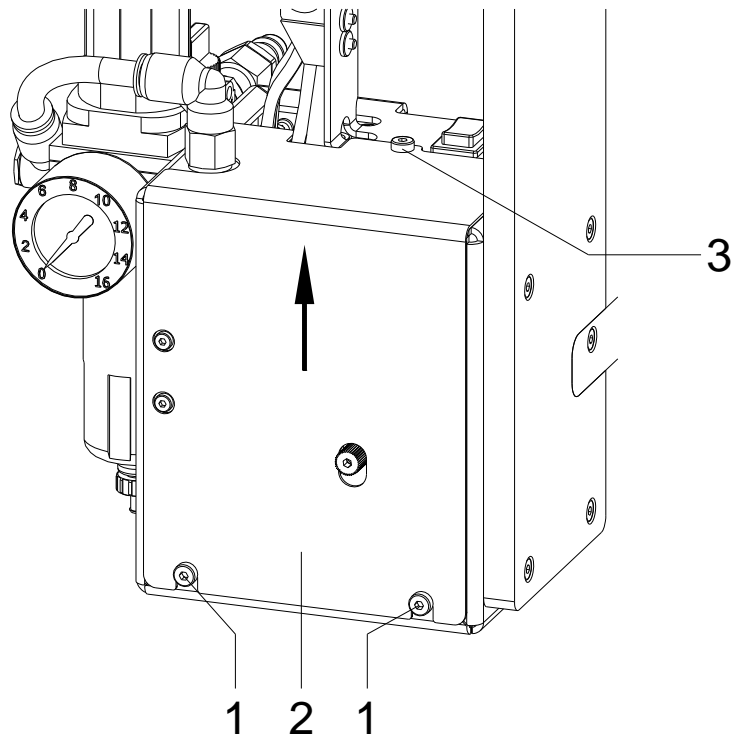

Abbildung 7
1. Stempel (2) demontieren.
4. Verschlissene Gleitfolie (1) vollständig entfernen.
6. Abdeckfolie von der Gleitfolie (1) ziehen.
7. Gleitfolie (2) mit der Klebeseite auf den Stempel (1) auflegen und andrücken.
8. Überstehende Teile der Gleitfolie (1) entsprechend der gestrichelten Linie in Abbildung 7 am Stempel (2) abschneiden.
9. Gleitfolie (1) auf dem Stempel (2) entsprechend dem Lochmuster in der verschlissenen Gleitfolie lochen.
11. Stempel (2) montieren.